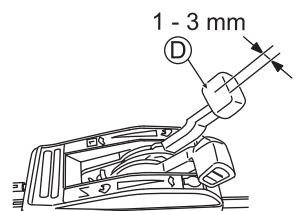

Abb. 33
Justieren sie das Spiel des Ganghebels (D), wie in Abb. 33 dargestellt, auf 1 - 3 mm.
- Starten Sie den Motor und vergewissern Sie sich, dass die Mähgeschwindigkeit sich ändert, wenn der Ganghebel (D) betätigt wird.